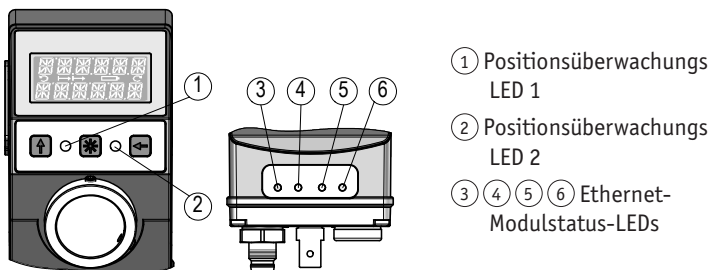

Abb. 6: Bedienelemente
Die LEDs ③ ④ ⑤ ⑥ (siehe Abb. 6) informieren über den Status des Ethernet-Moduls. Die Funktionsbeschreibung der Ethernet-Modulstatus-LEDs ist dem jeweiligen Benutzerhandbuch zu entnehmen.